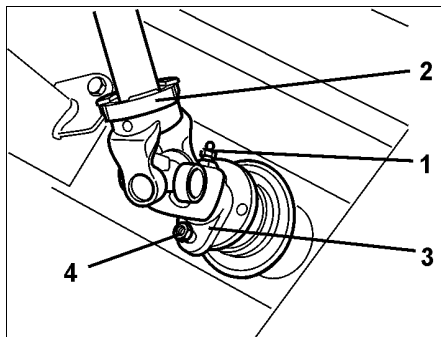

Fig. 26
- Smørenippel(Fig. 26/1) løsnes og kardanakslen (Fig. 26/2) monteres.
- Gaflen (Fig. 26/3) sættes fast med sikringsbolten (Fig. 26/4).
- Smøreniplen (Fig. 26/1) skrues i.